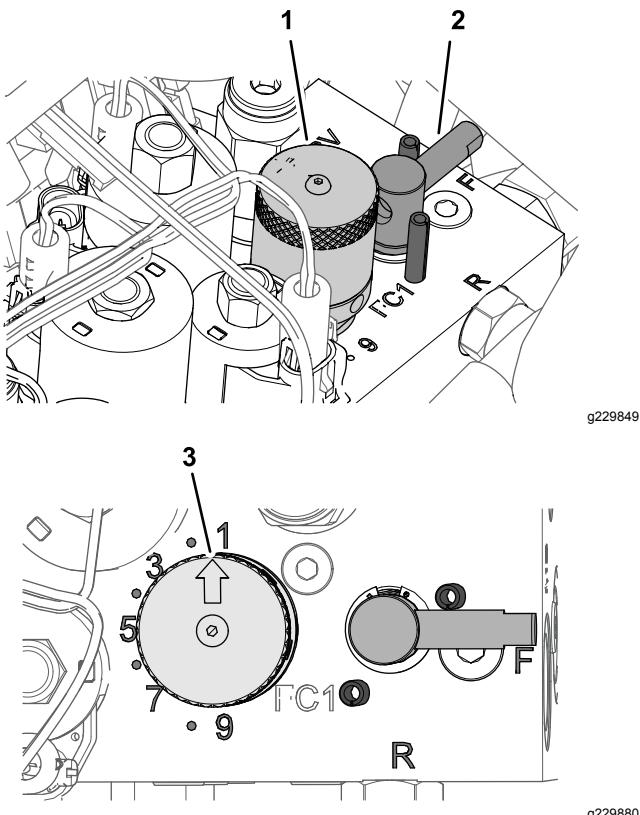

Figura 52
5. Regolate la velocità dei cilindri ruotando la manopola del comando della velocità dei cilindri (Figura 52) fino a quando la freccia dell'indicatore non è allineata al numero determinato al passaggio 3.